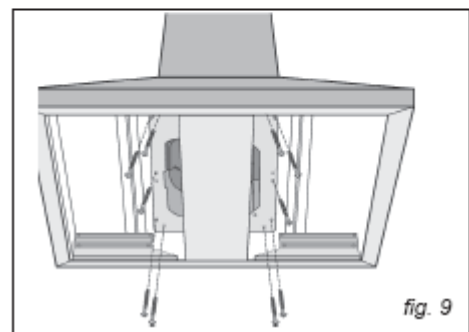

fig. 9
- Erguer a chaminé e juntar ao tubo inferior fixando os elementos com os 10 parafusos fornecidos (fig. 9).
- Eleve o exaustor e junte ao tubo inferior fixando os elementos com ajuda dos 10 parafusos fornecidos (fig. 9).